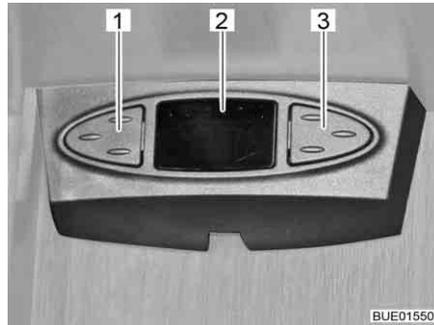

Bild 50 Sat-Maus
Sat-Maus Je nach Modell ist die Satellitenanlage mit einer Sat-Maus ausgestattet. Die Anzeige (Bild 50,2) der Sat-Maus zeigt den eingestellten Kanal an. Mit den beiden Tasten können die Grundfunktionen der Satellitenanlage bedient werden (Senderwechsel, Ein-/Ausschalten).
- Vorherigen Sender aus der Senderliste wählen: Linke Taste (Bild 50,1) drücken.
- Nächsten Sender aus der Senderliste wählen: Rechte Taste (Bild 50,3) drücken.
- Zwischen Radio und TV umschalten: Tasten (Bild 50,1 und Bild 50,3) gleichzeitig kurz drücken.
- Receiver ein-/ausschalten: Tasten (Bild 50,1 und Bild 50,3) gleichzeitig drücken und gedrückt halten.